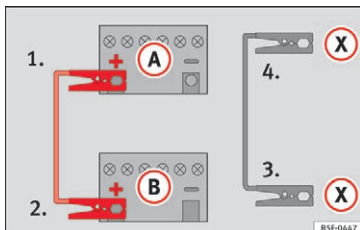

Fig. 60 Tilslutningsdiagram for biler med start-stop-system
– I biler med start-stop-system: Sæt den ene ende af det sorte startkabel (X) fast på en egnet stelforbindelse – en massiv metaldel, der er skruet sammen med motorblokken, eller på selve motorblokken » » » Fig. 60.
5. I bilen med det afladene batteri skal du sætte den anden ende af det sorte startkabel (X) på en massiv metaldel, som er skruet sammen med motorblokken, eller på selve motorblokken, men det skal være et sted, som er så langt væk fra batteriet (A) som muligt.